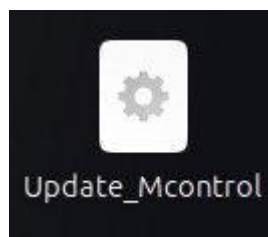

Рисунок II-61 – Файл «Update_Mcontrol»
- 2) Запустите файл «Update_Mcontrol» на рабочем столе (см. Рисунок II-61).